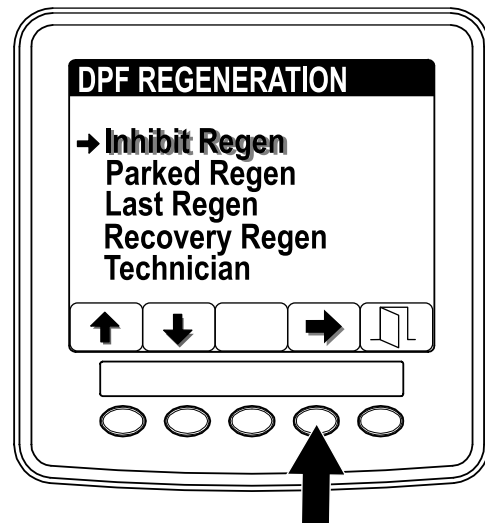

Figura 41
1. Acesse ao menu de regeneração DPF e pressione o botão 1 ou 2 para se deslocar para baixo para a opção INIBIR REGEN (Figura 41).
2. Pressione o botão 4 para selecionar a entrada (Figura 41)